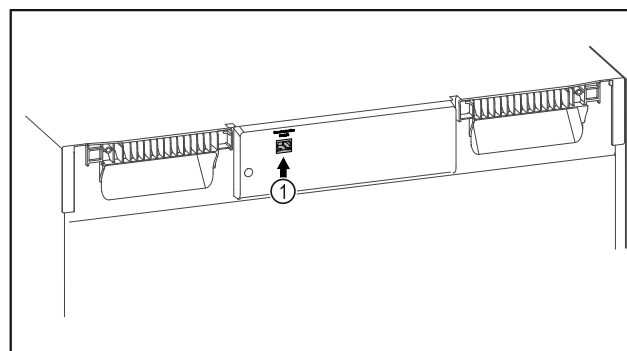

Fig. 115
- SmartModule Fig. 115 (1) is geplaatst.